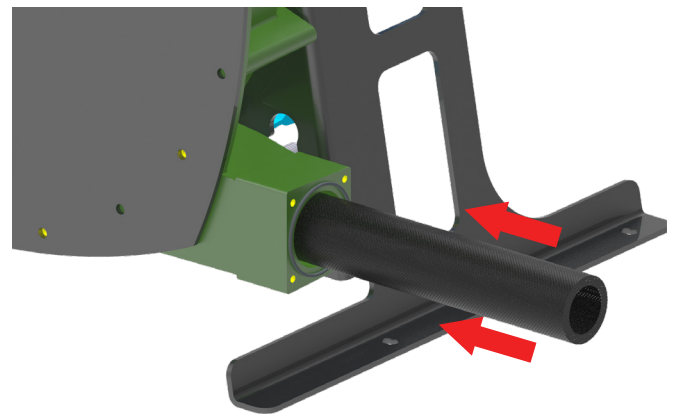

Figura 8. - Instalación de la manguera
2. Inserte la manguera en el puerto de succión (puerto inferior según la Figura 8. - Instalación de la manguera)